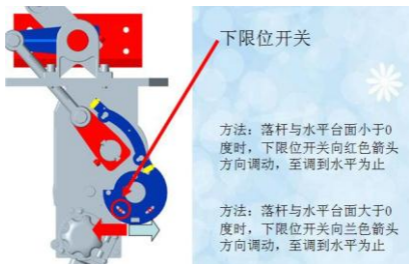

图2-8
- 接通电源，按关闭按钮，机器停在落杆位置时，栏杆不水平，调整方法如图 2-8: